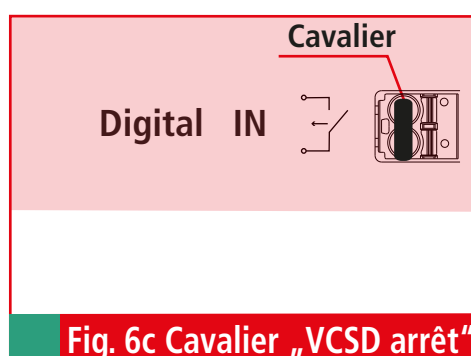

Fig. 6c Cavalier „VCSD arrêt“
- ⇒ Elle permet de mettre l'appareil hors circuit de manière ciblée au moyen d'un accès à distance pour exclure une influence éventuelle, par exemple pendant une localisation d'erreur par des spécialistes en protection cathodique, ou pour garantir un branchement ou un débranchement sûr (cavalier « VCSD arrêt », voir fig. 6c)